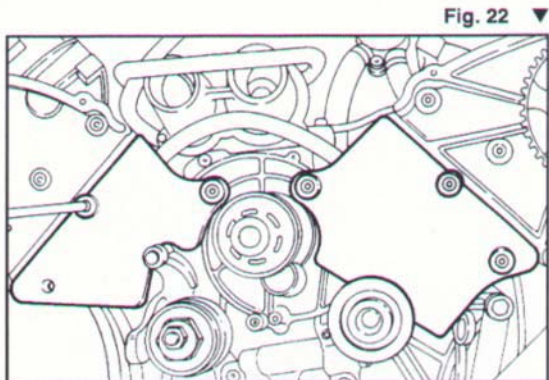

Fig. 22 ▼
- svitare le sei viti e rimuovere i lamierini riparo cavi e tubazioni (Fig. 22);
- unscrew the six screws and remove the cable and tubing guard plates (Fig. 22);